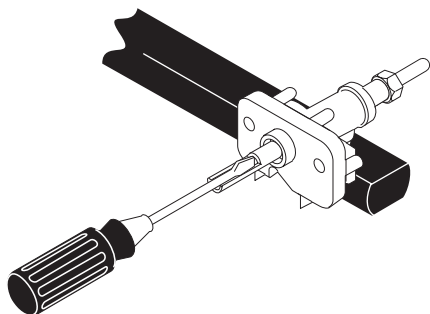

Figure 21 : Tourner pour régler la flamme de surface
5. Insérer un tournevis à lame mince dans le creux de la tige de soupape et engager la vis à l'intérieur comme illustré à la Figure 21. La taille de la flamme peut être augmentée ou diminuée en tournant la vis.